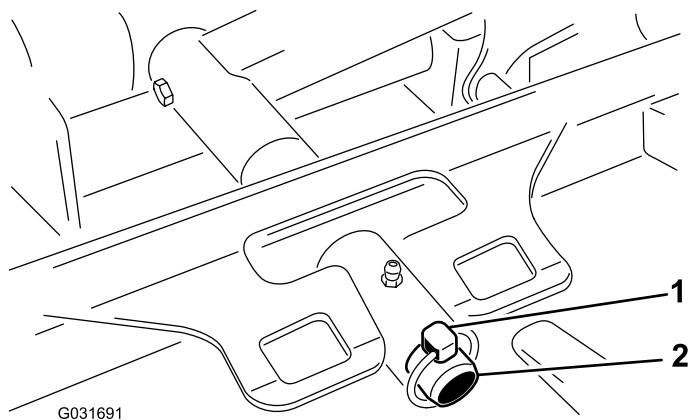

図 91
3. デッキのキャリアフレームを昇降アームのピボットピンに固定しているリンチピンを外す 図 91。
3. デッキのキャリアフレームを昇降アームのピボットピンに入れ、リンチピンで固定する 図 91。